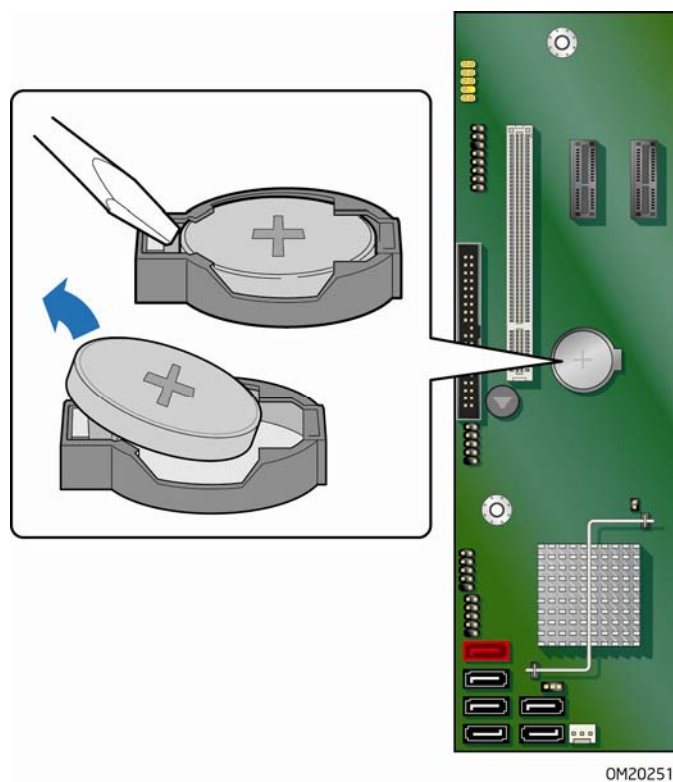

图 28. 拆卸电池
当电压低于某一特定值时，CMOS RAM 中存储的 BIOS Setup（设置）程序的设置值（如日期和时间等）可能会不准确。更换电池时，应使用同类型的新电池。第 66 页图 28 显示了该电池的位置。
4. 找到台式机主板上的电池（参见图 28）。